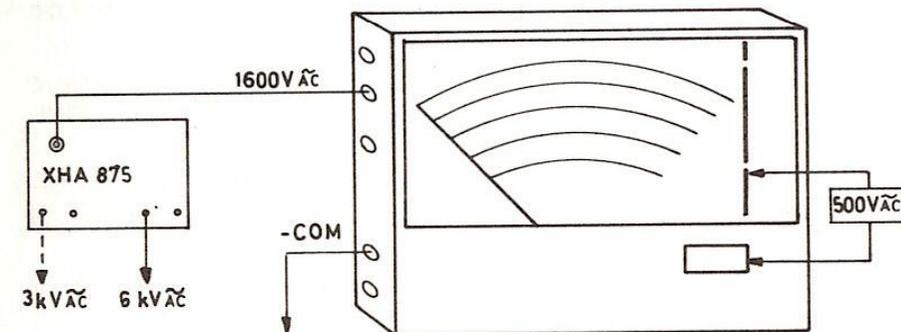

Fig. 9
- Effectuer le branchement conformément à la fig. 9, 6 KV ou 3 KV selon le cas.